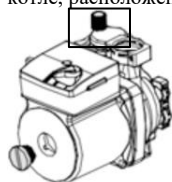

Рис. 19
*Для удаления воздушных пробок воспользуйтесь устройствами в вашей системе отопления и автоматическим выпускным клапаном на котле, расположенным рядом с циркуляционным насосом. См. рис.19